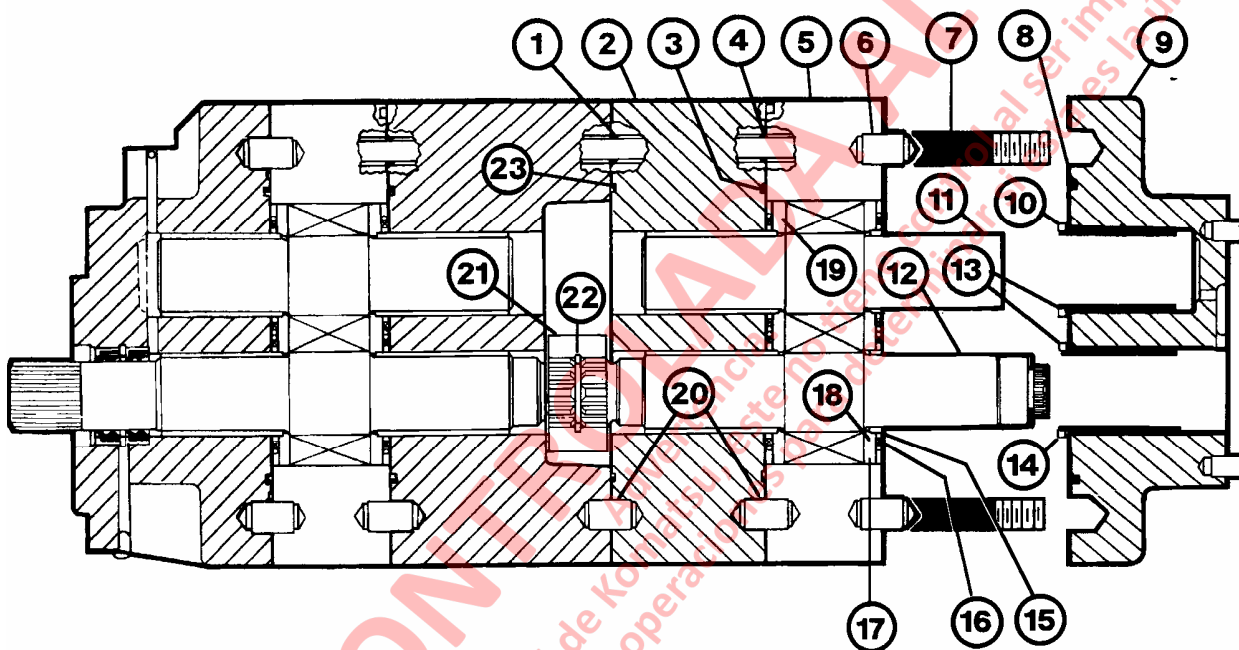

FIGURA 3-5. DESENSAMBLADO DE LA BOMBA DE ELEVACION (Sección Trasera)
5. Saque la placa del conector (9, Figura 3-5). Saque el anillo de goma (8) y los anillos de acero (10 y 14). Saque los pasadores (6) si están dañados o si es necesario cambiar la placa del conector.
6. Saque el anillo de respaldo (15), anillo de goma y retén (16) y placa de aislación (17). Tome el engranaje de mando (12) y el engranaje de ralentí (11) y saque en forma recta de la cavidad de la placa del engranaje (5). Saque la placa de presión (18) de los engranajes.
7. Saque la placa del engranaje (5) y la placa de presión (19). Saque los anillos de acero, anillo de respaldo, anillo de goma, retén y la placa de aislación. Saque el anillo de goma (3) y el anillo de goma del espárrago (4).
8. Saque la placa de rodamientos (2, Figura 3-5). Saque el anillo de goma (23) y los anillos de goma de los espárragos (1). Saque los pasadores (20) si están dañados o si es necesario cambiar la placa de rodamientos.
9. Saque el acoplamiento (21). Saque el anillo de retención (22) si está dañado o si es necesario cambiarlo.